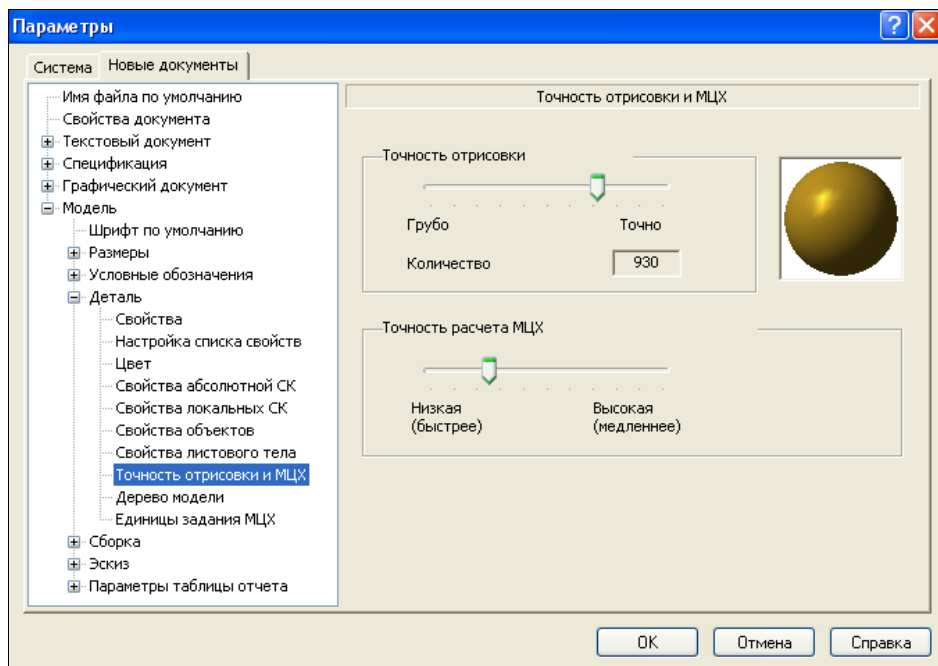

Рис. 27.10. Диалоговое окно **Параметры** с открытой панелью **Точность отрисовки и МЦХ**
- ◆ щелкните ЛК по пункту **Точность отрисовки и МЦХ**. В правой части появилась панель **Точность отрисовки и МЦХ** (рис. 27.10), где выполните следующее: